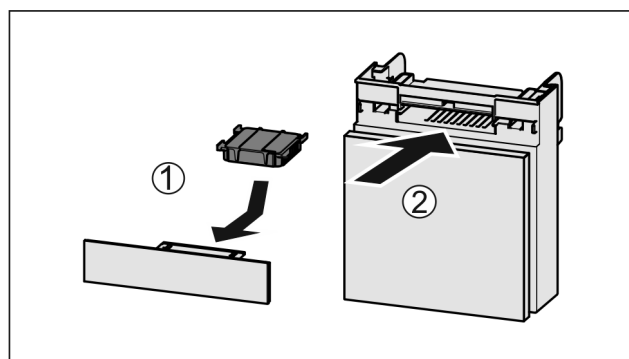

Fig. 70
- Aktivni ogljeni filter vstavite Fig. 70 (1) skladno s prikazom na sliki.
- Predal potisnite noter Fig. 70 (2).